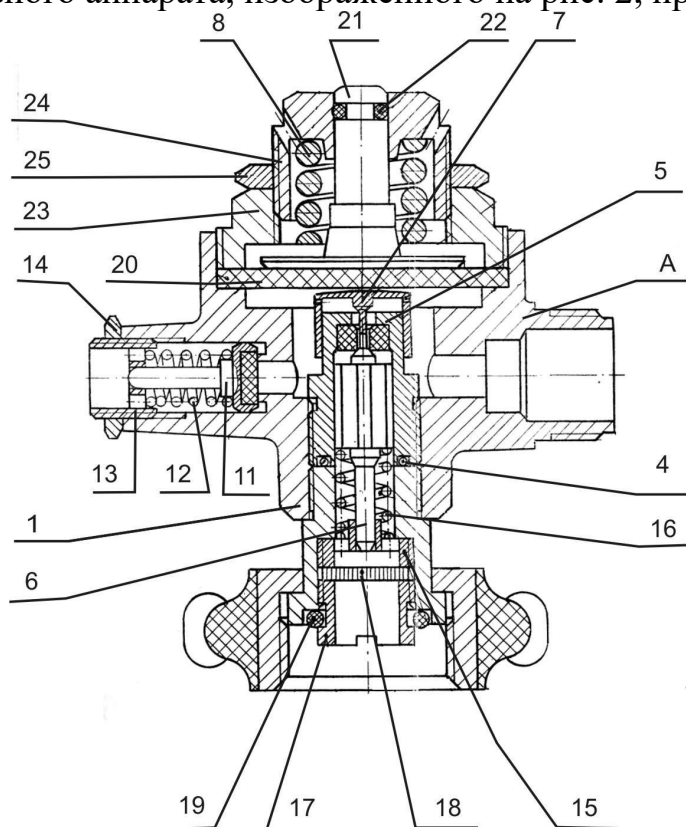

Рис.2.
3. Установите правильную последовательность работы элементов редуктора воздушно-дыхательного аппарата, изображённого на рис. 2, при его эксплуатации.